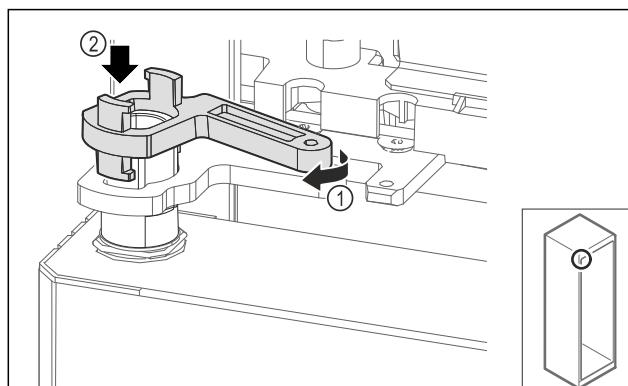

Fig. 70
- Rotiți ușor închizătorul de blocare al suportului de lagăr Fig. 70 (1) și așezați-l pe manșon Fig. 70 (2).